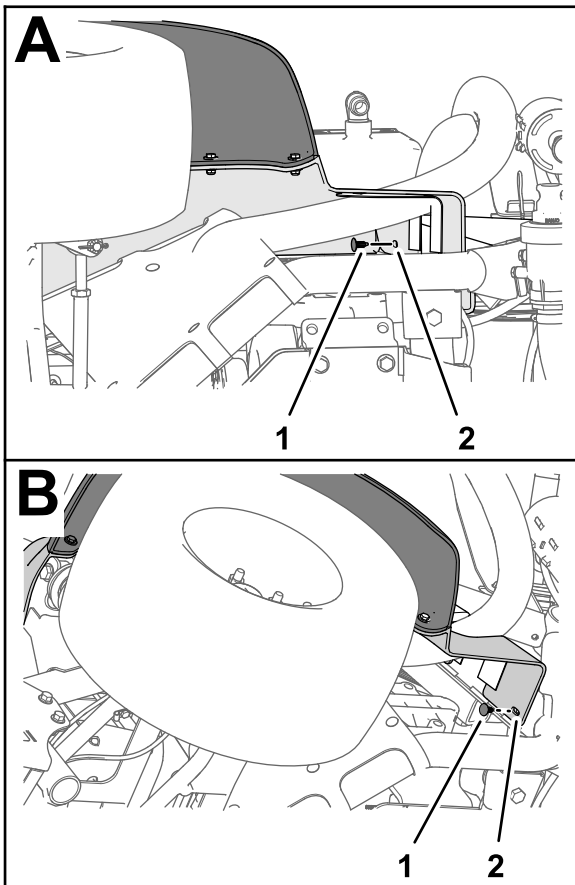

Figura 8
1. Retire las 2 grapas que sujetan el guardabarros delantero izquierdo al perfil inferior del ROPS (Figura 8).